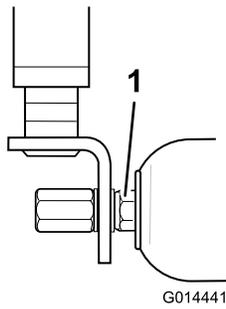

Figura 79
2. In caso di movimento eccessivo, serrate attentamente i dadi a ciascun'estremità del rullo con la chiave, quanto basta per rimuovere qualsiasi gioco all'estremità (Figura 79).